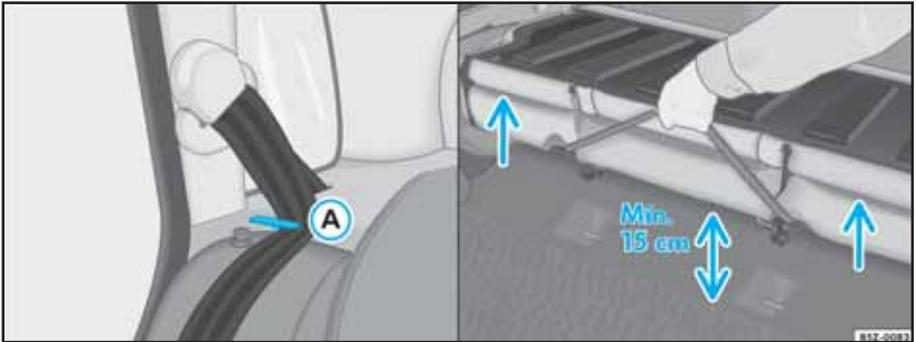

Fig. 91 Posicionador del cinturón para inclinación del asiento/altura mínima de 15 cm para soltar el asiento
- Asegure el asiento trasero por la alza y suéltelo de una altura de 15 cm. Asegúrese de que el asiento este debidamente trabado en el piso, halándolo por una de las dos extremidades ⇒ fig. 91 -flechas-.
- Retire las tiras de los cinturones de seguridad de los posicionadores ⇒ fig. 91 .